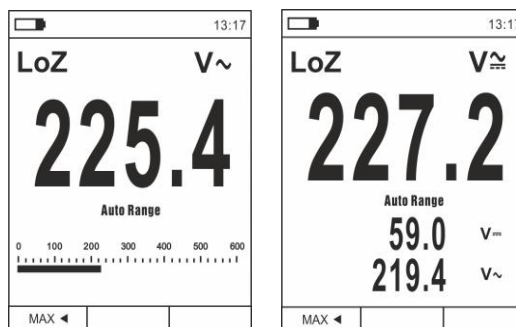

Fig. 10 Beschreibung der Messung von LoZ Spannung
2. Drücken Sie die Taste **MODE/VFD** zu dem Modus „V $\sim$ “ oder „V $\approx$ “ (siehe Fig.10)